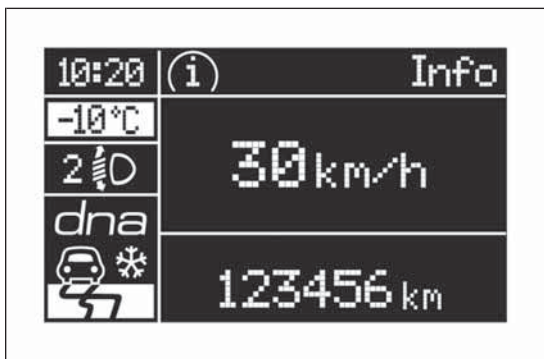

РИС. 76
- **Режим All Weather (всепогодный)** РИС. 76